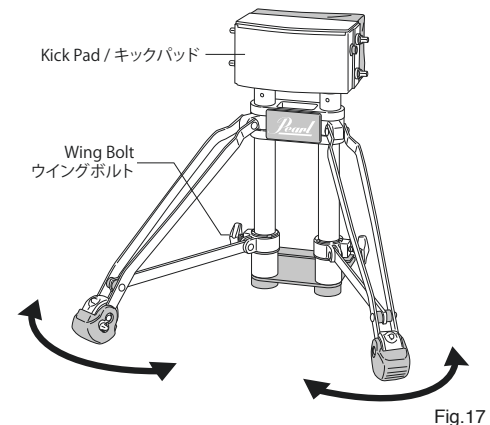

Fig.17
2. Loosen the Wing-Bolts to adjust the angle of the Kick Pad base for playing preference then tighten the Wing-Bolt to retain the setting. Check to ensure the height and angle is set the same for both legs to get maximum stability (Fig. 17).
ウイングボルトを緩め、好みの足の高さになったらウイングボルトを固定してください。その際、左右の足の高さはそろえてください。高さが違う場合、がたつきの原因になります (Fig.17)。
- 脚部は回転させて、邪魔にならないようにセッティングすることが可能です (Fig.17)。